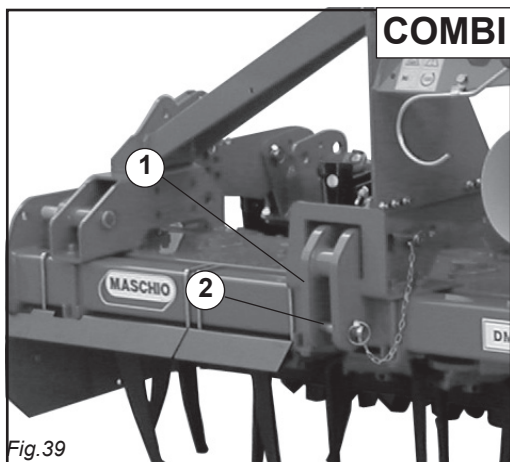
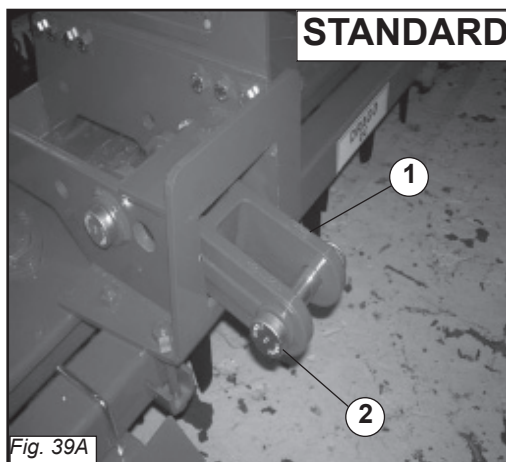

Fig.39
Fig. 39A
Nelle figure sotto sono rappresentate le bielle di attacco alle parallele del trattore rispettivamente per la versione COMBI (1 Fig.39) e per la versione STANDARD (1 Fig.39A) con i loro perni e copiglie (2).
- 1 - Accostare le barre del sollevatore ponendole all'interno delle bielle (1 Fig. 39- 39A), inserire il perno (2 Fig. 39- 39A) nel foro predisposto e bloccare con le copiglie a scatto.